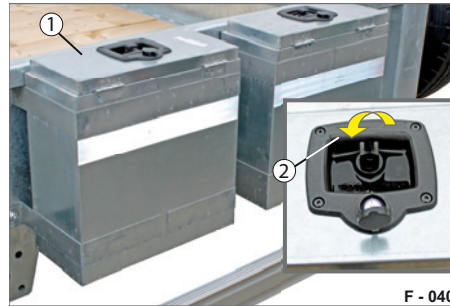

Abb. 64 Werkzeugkasten gesichert
- ▶ Schwenken Sie den Verschluss (Abb. 64/2) um 90°.
- ▶ Schließen Sie den Deckel (Abb. 64/1) ggf. mittels Schlüssel am Schloss-Zylinder ab.